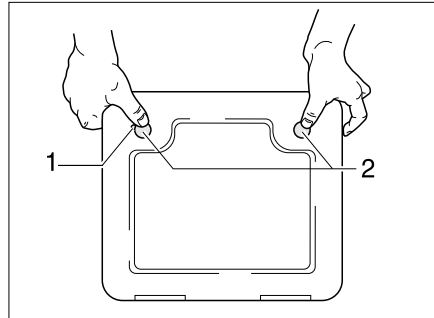

Bild 352 Klappe für die Toiletten-Kassette
- Die Klappe für die Kassette außen am Fahrzeug öffnen. Dazu den Schlüssel in den Schließzylinder des Druckschlösses (Bild 352,1) stecken und eine viertel Umdrehung drehen.
- Beide Druckschlösser (Bild 352,2) gleichzeitig mit dem Daumen drücken und die Klappe für die Kassette öffnen.